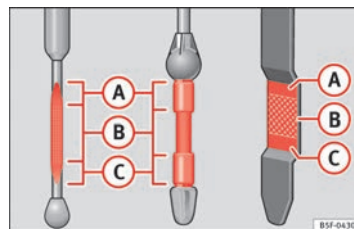

Fig. 161 Varilla de medición del nivel de aceite.
- A continuación, vuelva a extraerla y compruebe el nivel de aceite ⇒ **fig. 161**. En caso necesario, reponga aceite del motor.